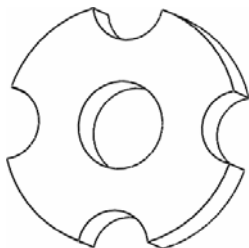

图 4-23 素材模型
- 01 启动 SolidWorks 2014, 打开素材库中的“第 4 章/4-2 拉伸-切除.sldprt”文件, 如图 4-23 所示。